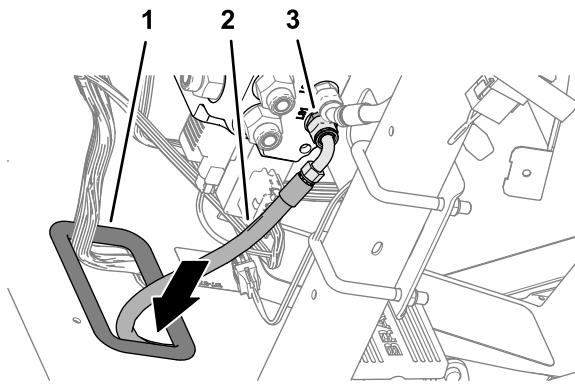

Figura 114
3. Encaminhe a extremidade do tubo da bomba hidráulica 6 x 2819 mm com a união -4 de 90° através do olhal na placa do piso (Figura 114).
4. Monte a união -6 de 90° do tubo 6 x 2819 mm na união da porta LS1 da válvula de direção EHI, e aperte a união do tubo (Figura 114).